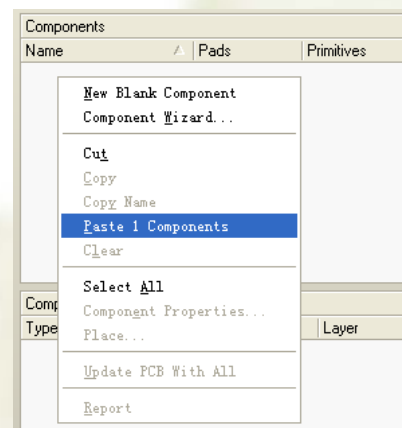

图5-28 粘贴想复制的封装元件到目标库
- ❖ （4）选择目标库的库文档（如PCB FootPrints.PcbLib文档），再单击PCB Library面板，在Compoents区域，按鼠标右键，弹出下拉菜单（如图5-28）选择Paste 1 Compoents，器件将被复制到目标库文档中（器件可从当前库中复制到任一个已打开的库中）。如有必要，可以对器件进行修改。